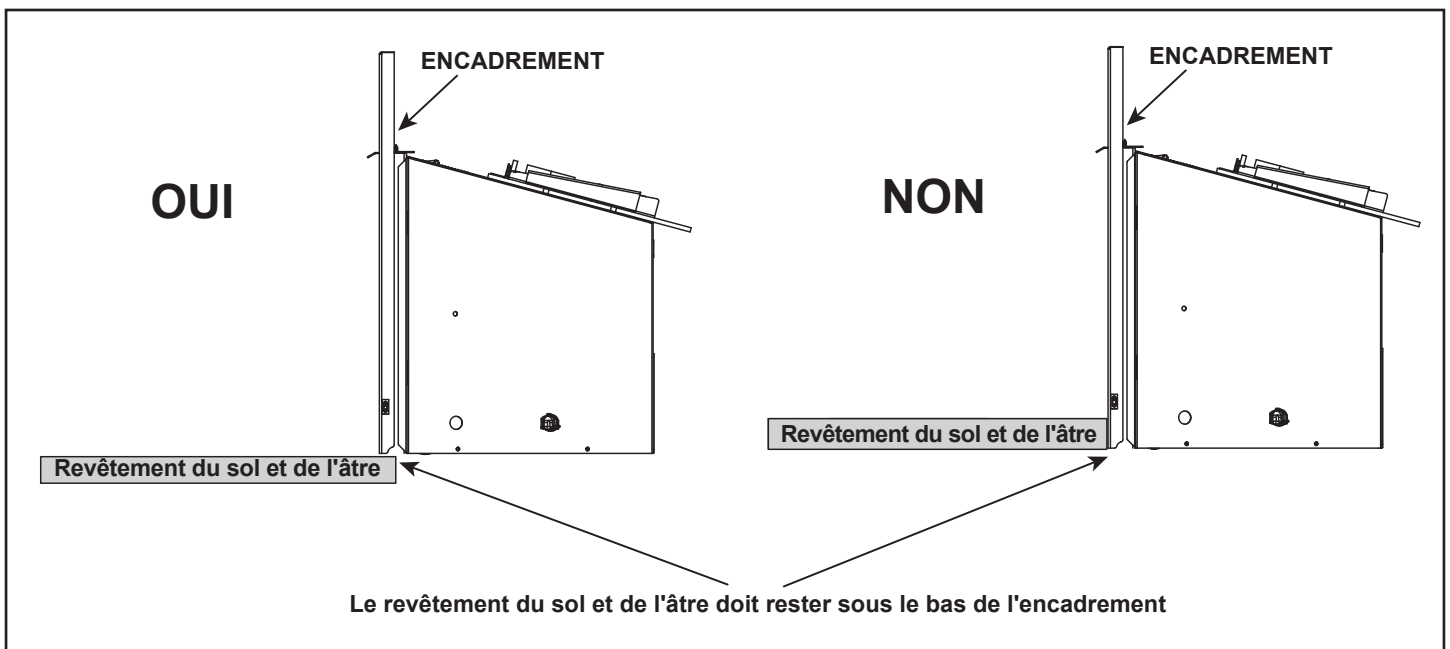

Figure 3.17 Matériaux du plancher & de l'âtre
- Tous les matériaux du plancher et de l'âtre doivent rester sous la partie inférieure de l'encadrement. Voir la figure 3.17.